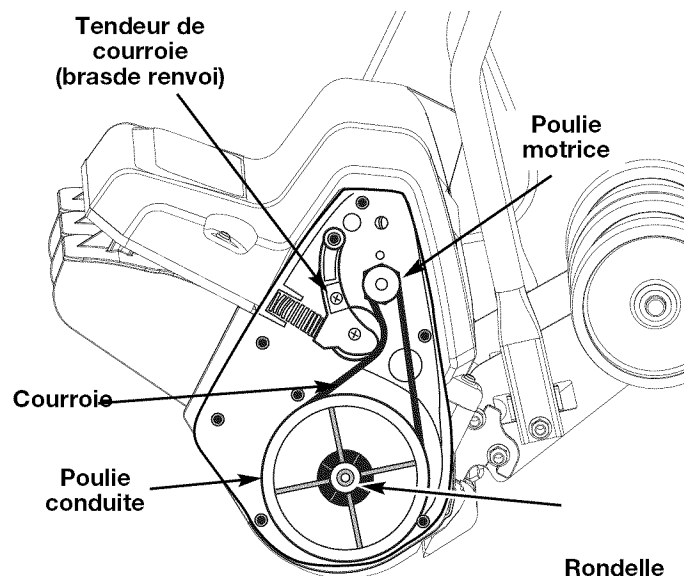

Fig. 11
3. Tirez le tendeur de courroie (bras de renvoi) pour l'écartier de la poulie motrice. Retirez la courroie endommagée ou cassée des poulies conduite et motrice qui se trouve à l'intérieur du boîtier. Mettez-la au rebut de manière responsable (Fig. 11).
4. Mettez en place la nouvelle courroie autour de la poulie motrice et de la poulie conduite (Fig. 11). Tirez le tendeur de courroie (bras de renvoi) en arrière pour enrouler la courroie autour de la poulie motrice.